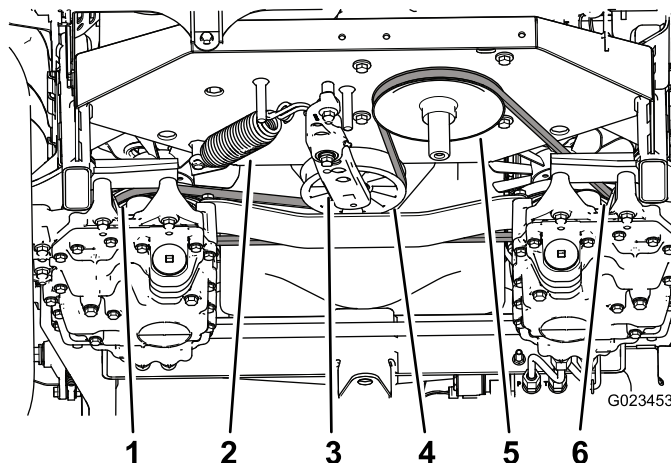

Figura 56
3. Presione con una llave de carraca en el taladro cuadrado del brazo tensor para contrarrestar el muelle tensor (Figura 56), y retire la correa de la polea tensora.
4. Desenganche el muelle tensor del brazo tensor y del bastidor (Figura 56).
9. Instale el muelle en el brazo tensor y en el bastidor (Figura 56).